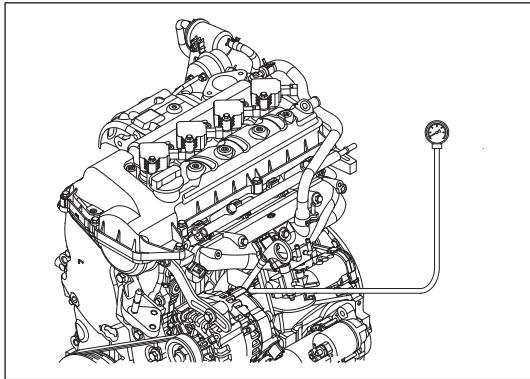

Рис. 11-2-4. Проверка давления масла в системе смазки
- b) Подсоединить манометр масла, как изображено на рис. 11-2-4.
- ① Давление масла:
- ② Снять манометр масла.